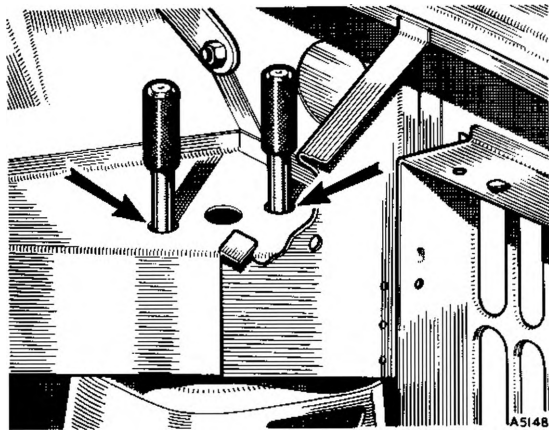

Fig. R.6
Introdurre i quattro perni (12) nei fori della scocca ed in quelli delle torrette. Prendere nota della posizione dei fori della scocca rispetto al codolo liscio di ciascun perno. L'asse dei fori dovrebbe essere coincidente con l'asse dei perni (Fig. R.6); se non lo fosse, muovere la scocca sino ad ottenere detta coincidenza.